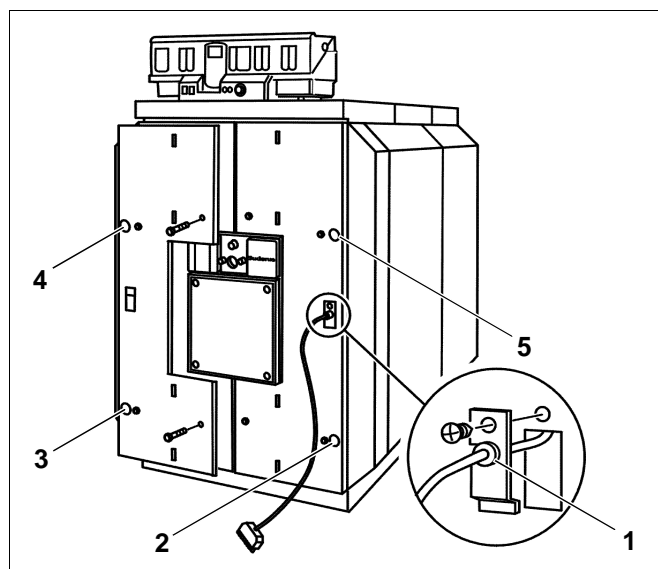

Fig. 56 Montaggio del rivestimento porta del bruciatore
- Bloccare il cavo del bruciatore con il fermo antistrappo nella boccola passacavo (fig. 56, **pos. 1**).
- Mettere il rivestimento sulla porta del bruciatore, dal davanti e fissarlo alla stessa con quattro bulloni (fig. 56, **pos. 2 - 5**).